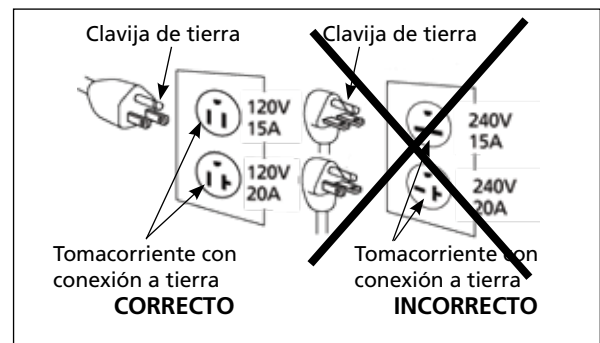

Figura 2 - Método de conexión a tierra
1. Este producto es para usarse en un circuito con 120 voltios nominales. Debe estar conectado a tierra. En caso de cortocircuito eléctrico, la conexión a tierra reduce el riesgo de descarga eléctrica al proporcionar un cable de escape para la corriente eléctrica. La unidad está equipada con un cable que tiene una clavija de tierra. Encajará en uno de los tipos comunes de tomacorriente que se muestran en la Figura 2.
1. Si el enchufe del cable de alimentación de la unidad no le resulta familiar o no encaja en su tomacorriente, la Figura 2 le ayudará a entender por qué, ya que ilustra los diferentes tipos de enchufe y los voltajes con los que se utilizan.
3. Este producto debe usarse en un circuito para 120 voltios nominales y tiene un enchufe para tierra parecido al que aparece en la Figura 2.